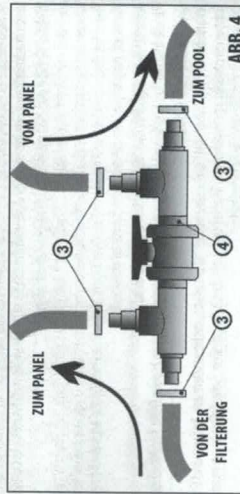

ABB. 4
- 2) Verbinden Sie manuelle Bypass (4), falls vorhanden, mit den Schlauchdomnen des Panels. Die Verbindung herstellen Sie mittels Schläuche und Schlauchschellen (3) - siehe ABB. 4.
- 5) Den Ausgangsschlauch der Filterung verbinden Sie mit dem Schlauchdom auf einer Seite des manuellen Bypasses (4).
- 6) Mit einem neuen Schlauch verbinden Sie den restlichen Schlauchdom des manuellen Bypasses (4) mit der Rückseite des Pools.
- 7) Kontrollieren Sie den Schlauchanschluss und ziehen Sie die Schlauchschellen (3) nach.